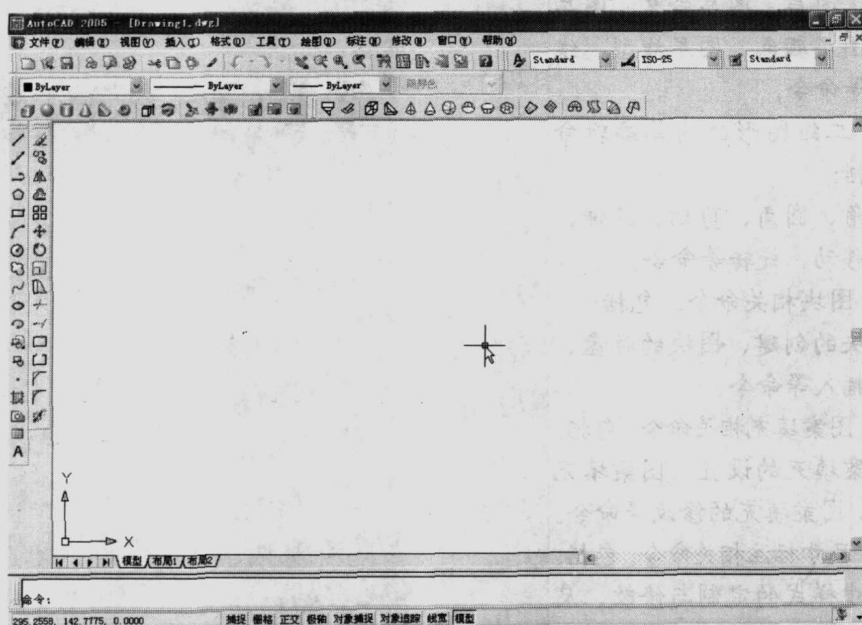

图 1-1 打开 Auto2005 中文版
1. 在成功安装了 AutoCAD 2005 中文版之后，直接双击 AutoCAD 2005 中文版应用程序的图标就可以打开一个新的后缀名为.dwg 的 AutoCAD 文件，窗口如图 1-1 所示。
说明: 按照 AutoCAD 本身提供的默认路径选择，在“C:\Documents and Settings\Administrator\Local Settings\Application Data\Autodesk\AutoCAD 2005\R16.0\chs\Template”下，如果选择 acadiso，则是空白的模板，也是 AutoCAD 默认的模板。此外，AutoCAD 2005 中文版提供了大量的带有标题栏的模板，可以根据自己的需要进行选择。以 acadiso 为例，双击对话框中的 acadiso 或者在【文件名】文本框内输入“acadiso”，单击【打开】按钮，则出现图 1-1 所示的窗体。
在打开 AutoCAD 2005 中文版时，会出现图 1-1 所示的窗口。